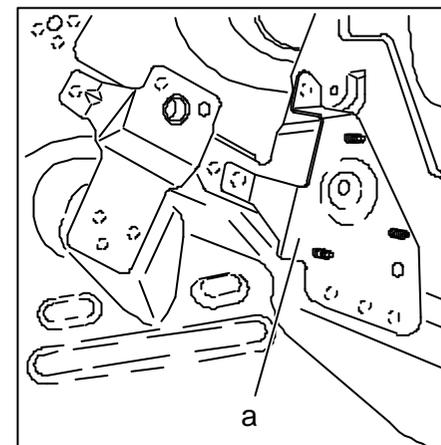

Fig. 4
- ✧ *Supprimer ou couper les supports de la banquette arrière sur le plancher (Rep. a, Fig. 4).*